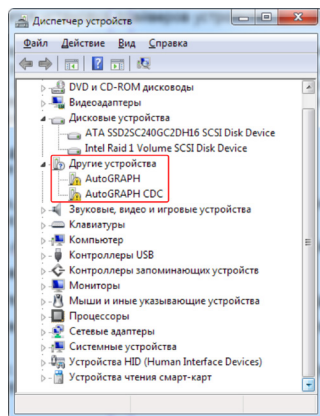

Рис.1.
1. Соедините устройство АвтоГРАФ-Mobile с ПК, используя интерфейсный кабель. Система обнаружит новые устройства «AutoGRAPH» и «AutoGRAPH CDC» (рис.1). Для корректной работы устройства с сервисно-диагностическими и конфигурационными программами необходимо установить драйверы обоих устройств: «AutoGRAPH» и «AutoGRAPH CDC».